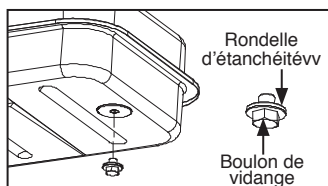

Figure 10. Boulon de vidange
(Pour les modèles KFA135/180/220DGD uniquement.) (Voir Figure 10)
5. À l'aide de la douille de 3/4 po ou de la clé à molette, remplacez le boulon de vidange sur le réservoir à combustible. (Pour les modèles KFA135/180/220DGD uniquement.) (Voir Figure 10)